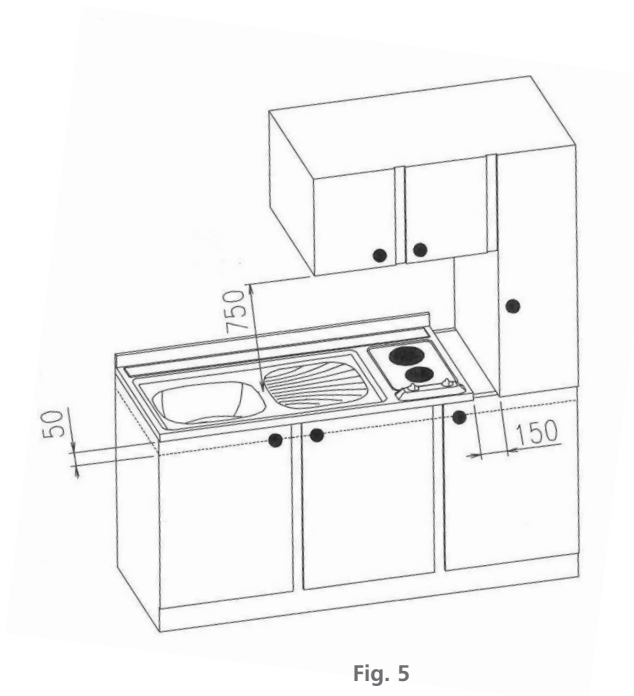

Fig. 5
- Um móvel de coluna deverá estar a uma distância mínima de 150 mm da borda lateral da pia-fogão [do lado onde estão instaladas as placas térmicas] [Fig. 5].
- É necessário um vão livre mínimo de 50 mm, abaixo das placas térmicas, para circulação de ar [Fig. 5].
- Considerar 750 mm como distância mínima em relação às placas térmicas, para um móvel suspenso [Fig. 5].